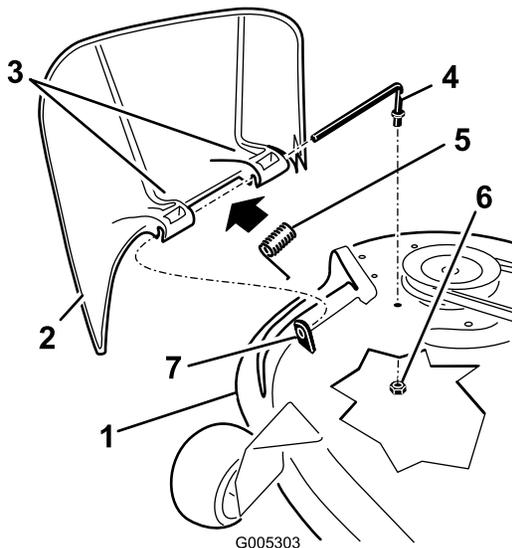

Figure 61
- Retirez l'écrou ($\frac{3}{8}$ po) de la tige, sous le tablier de coupe (Figure 61).
- Sortez la tige de la courte cheville de positionnement, du ressort et du déflecteur d'herbe (Figure 61).
- Remettez en place le déflecteur d'herbe (Figure 61).
- Insérez la tige dans le deuxième support du déflecteur d'herbe (Figure 61).
- Fixez l'extrémité arrière de la tige dans le tablier de coupe à l'aide d'un écrou ($\frac{3}{8}$ po), comme montré à la Figure 61.